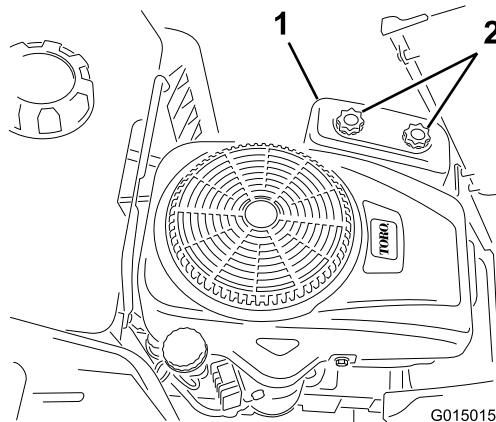

Figura 22
- Retire la tapa del limpiador de aire desenroscando los 2 pomos (Figura 22).